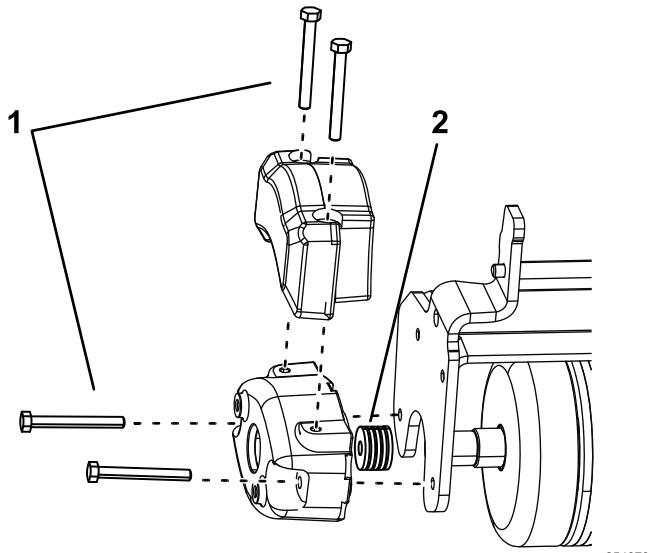

Figure 5
2. Installez 2 boulons (5/16"-18 x 2 $\frac{3}{4}$ ") comme illustré à la Figure 5.
3. Installez 4 entretoises ( $\frac{1}{8}$ ") par boulon entre le contrepoids et la plaque latérale du rouleau triple (Figure 5).